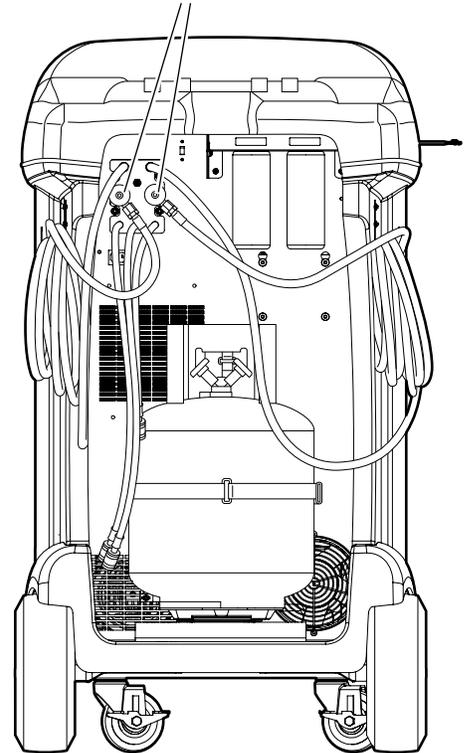

Figura 5
2. Conecte las mangueras de servicio a las conexiones de las tomas de almacenamiento de la máquina como se muestra en la Figura 5.